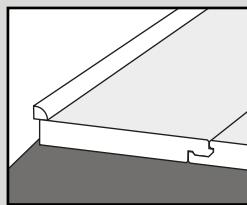

Fig. 7
- Una vez instalado el piso, retire los separadores; barra el suelo con un cepillo suave. Fije los rodapiés/tablones base o un corte del borde adecuado (disponible con su distribuidor local) para cubrir los huecos de dilatación. Estos deben fijarse a la pared y no al suelo, de manera que el producto quede libre para expandirse (Fig. 7 y 8).